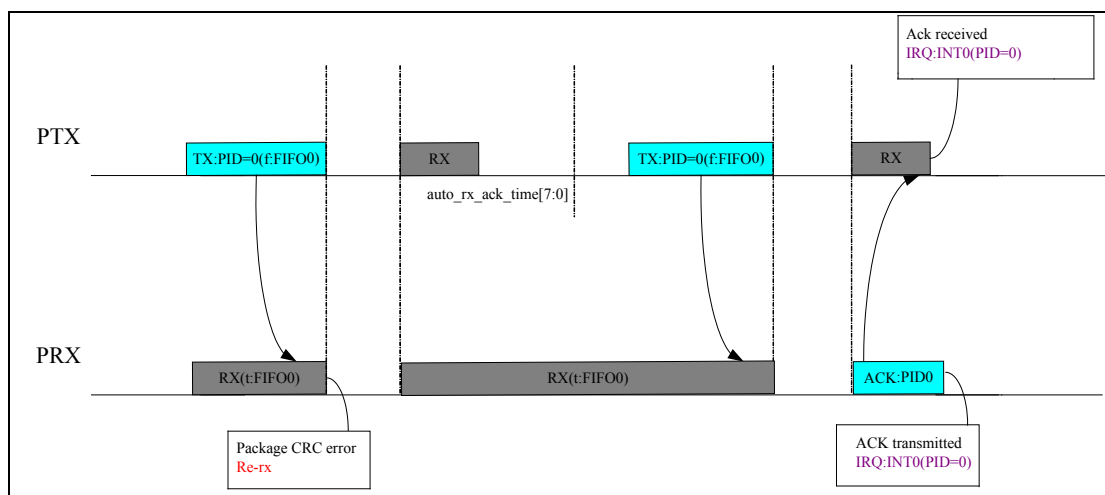

图 14-7 PRX 自动重收中断示意图
- ◆ PRX 在接收 CRC 完成后若出现 CRC 错误将不切换 RX 模式而等待自动重收 (详见图 14-7)。